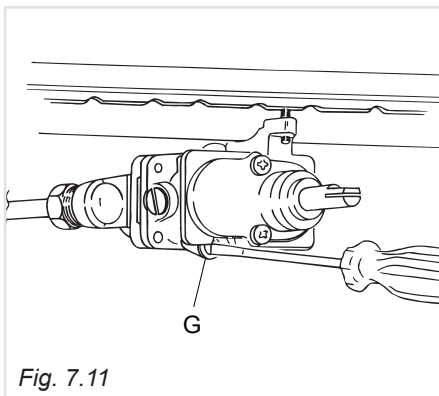

Fig. 7.11
- Sfilare la manopola del termostato e con un cacciavite a taglio svitare di circa 3 giri la vite by-pass G (Fig. 7.11) passando attraverso l'apertura del cruscotto;
- Dopo aver tolto nuovamente la manopola e facendo molta attenzione a non ruotare l'asta del rubinetto, avvitare lentamente la vite by-pass G (Fig.7.11) fino all'ottenimento di una fiamma lunga 3-4 mm.